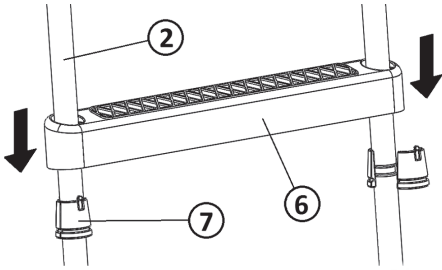

fig. 5
NOTE: Proceed from the bottom of the legs upwards. Make sure that the steps are oriented evenly in relation to the legs. During assembly, it will not then be possible to dismount the steps without damaging them. The supports are symmetrical, but two of the holes (for the handrail and platform) must face upwards (Fig. 5). Attach the two-part sleeve (7) to the leg (2) or (4) at the point of the depression (fig. 4) and secure it with a rubber ring. Push the step (6) onto the sleeve from above until the locks click into place on the sleeves under the upper edge of the hole in the step. Proceed step by step from the bottom of the legs upwards.
Fit the plastic base (4) on the lower end of the support (2) and attach the screws (12) and nuts (14) (Fig. 5).
ПРИМІТКА: Дійте від нижнього кінця ніжок вгору. Слідкуйте за тим, щоб накінецьники по відношенню до ніжок були орієнтовані однаково. Після збирання підшови вже не можна буде демонтувати без пошкодження. Ніжки симетричні, проте їх два отвори (для поручня і майданчика) повинні бути спрямовані вгору. (Рис. 5).